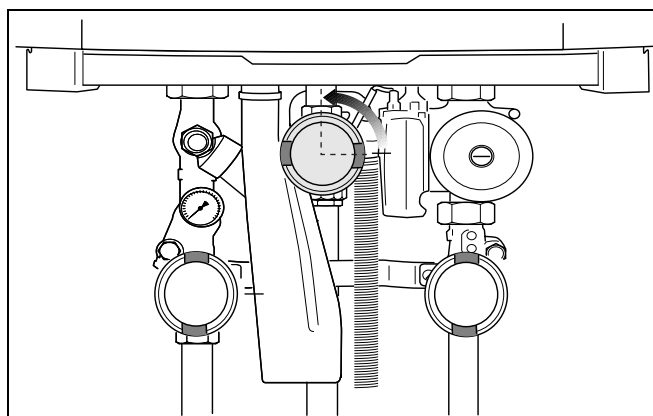

Fig. 72 Deschideți robinetul de gaz
- Deschideți încet robinetul de gaz. Pentru aceasta apăsați robinetul de gaz și rotiți $\frac{1}{4}$ de tura la stânga (Fig. 72).
- Deschideți din nou robinetul de gaz. Pentru aceasta apăsați robinetul de gaz și rotiți-l $\frac{1}{4}$ de tura la stânga (Fig. 72).